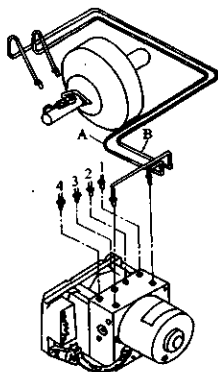

图 3-271 拆下制动油管 A 和 B
6) 拆下制动主缸到 HCU 的制动油管 A 和 B (如图 3-271 所示), 并做上记号, 立即用密封塞将开口部塞住。